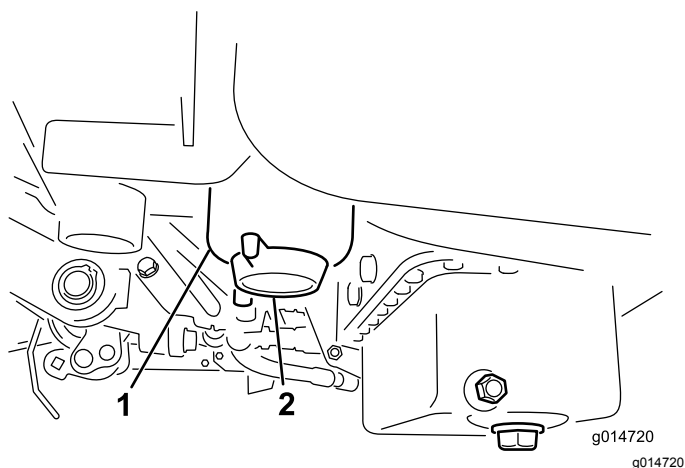

図 28
3. 燃料フィルタについているドレンプラグを 1 回転ほど開き、内部にたまっている異物を流し出す 図 28。